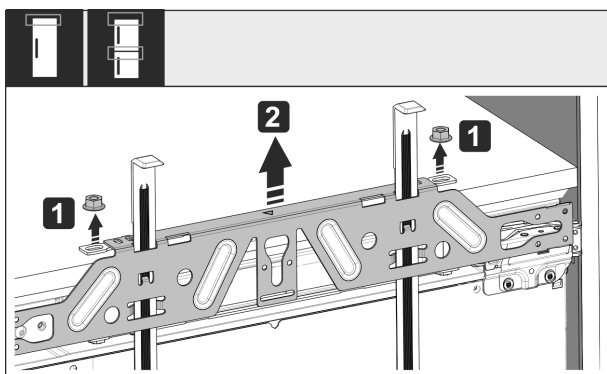

Fig. 49
- Otpustite protumatice Fig. 49 (1).
- Skinite Fig. 49 (2) pričvrсну poprečnu letvicu.